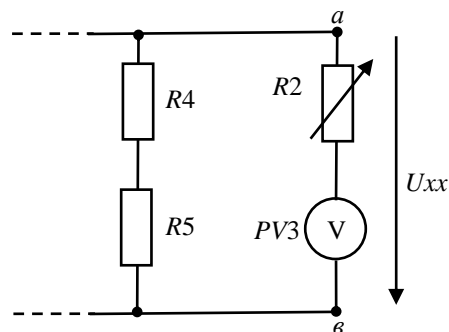

Рис.8
12. Проведите опыт холостого хода. Для этого ампервольтметр, измеряющий ток $I2$ используйте в качестве вольтметра ($PV3$), выполнив для этого необходимые настройки и переключения (рис.8). Включите электропитание. Выполните измерение напряжения холостого хода $U_{хх}$ Результаты занесите в табл. 6. Выключите электропитание модулей.